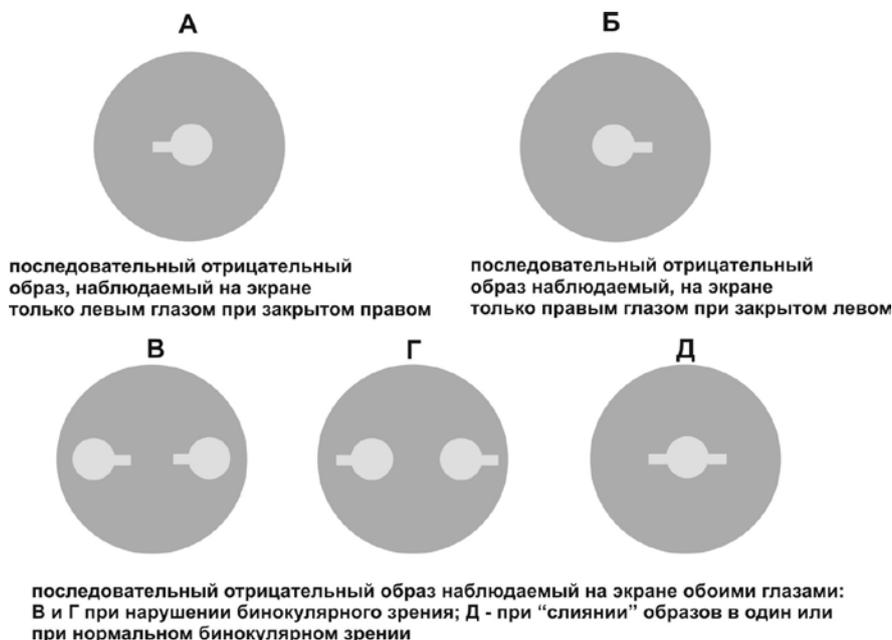

Рис.14. Вид последовательных образов, наблюдаемых на экране.
На экране, при его освещении, пациент должен наблюдать отрицательный последовательный образ в виде **светлой** "ракетки" в центре **тёмного** круга (рис.14).
**Примечание:** *Последовательный образ тест-объекта правого глаза имеет вид "ракетки" с ручкой справа - рис.14Б, а левого глаза - с ручкой слева - рис.14А. В этом легко убедиться, перекрывая глаза окклюдером.*
В случае нарушений бинокулярного зрения пациент будет наблюдать сразу два образа с метками, обращёнными в разные стороны (рис.14В или Г).
Задача пациента состоит в том, чтобы "слить" при двух открытых глазах два последовательных образа в один, который будет иметь вид светлого кружка с двумя боковыми метками (правой и левой) на фоне тёмного круга (рис.14Д). Такой же образ пациент будет наблюдать при отсутствии нарушения бинокулярного зрения.
- отпустить кнопку "ПРАВЫЙ СТИМУЛ" (излучатель выключится) и перевести взгляд на экран, наблюдая и "сливая", по аналогии с режимом автоматической засветки, последовательные образы (рис.14);
При успешном лечении пациент начинает видеть на освещённом экране один последовательный образ в виде одного светлого кружка с двумя боковыми метками справа и слева (на фоне тёмного круга) см. рис.14Д.